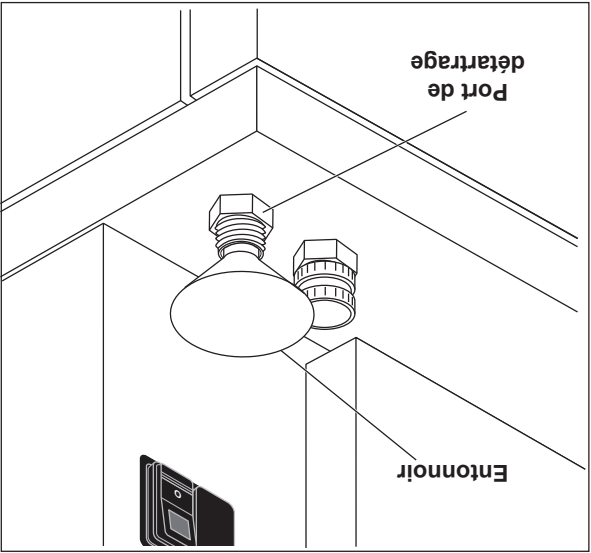

Figure 3
- Retirez le bouchon du port situé sur le rebord avant sous le compartiment inférieur et insérez un entonnoir dans le port de détartage (fig. 3).